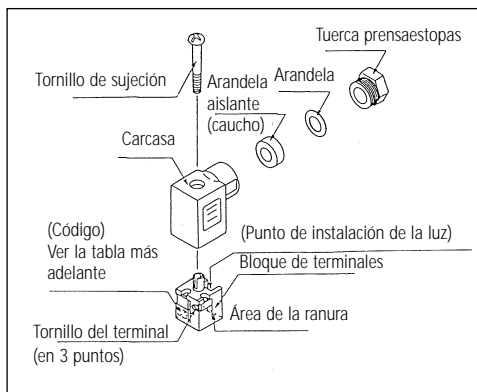

Figura 6
**Conector Tipo D (Figura 6)**